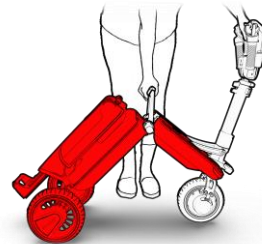

Figura 9
7. Usando la manija principal, jale el cuerpo principal lejos de la varilla, haciendo rodar las ruedas traseras lejos de la rueda delantera (vea la Figura 9).